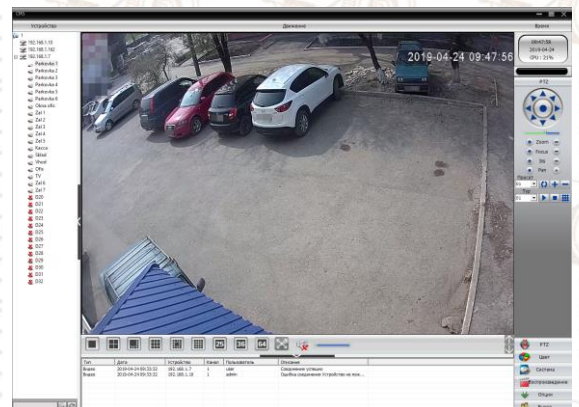

Рис.7 Окно онлайн мониторинга видео
- В окне мониторинга (Рис.7), в колонке устройств, нажать двойным щелчком по добавленному устройству, раскроется список каналов, выбрать нужный канал (для камеры он один), нажать правым щелчком и выбрать пункт «Основной поток»